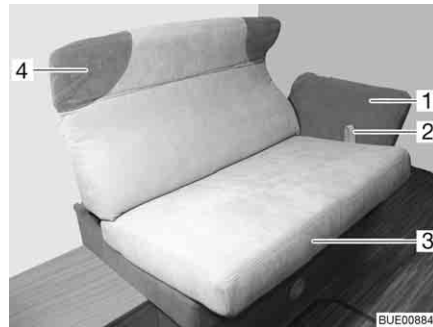

Fig. 81 Réglage de la banquette longitudinale
- Tirer la boucle (Fig. 81,2) vers le haut et le siège (Fig. 81,3) avec précaution vers le milieu sur les rails jusqu'en butée.
- Saisir l'appui-tête rembourré (Fig. 81,4) des deux mains et le placer avec précaution dans la position désirée vers le haut ou le bas.
- Saisir l'accoudoir (Fig. 81,1) des deux mains et le placer avec précaution dans la position désirée vers le bas ou le haut.